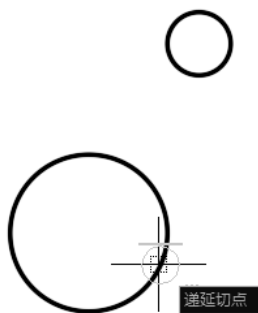

图 3-59 切点捕捉标记
- 03** 此时按住 Shift 键然后单击右键，在临时捕捉选项中选择“切点”，将指针移到大圆上，出现切点捕捉标记，如图 3-59 所示，在此位置单击确定直线第一点。